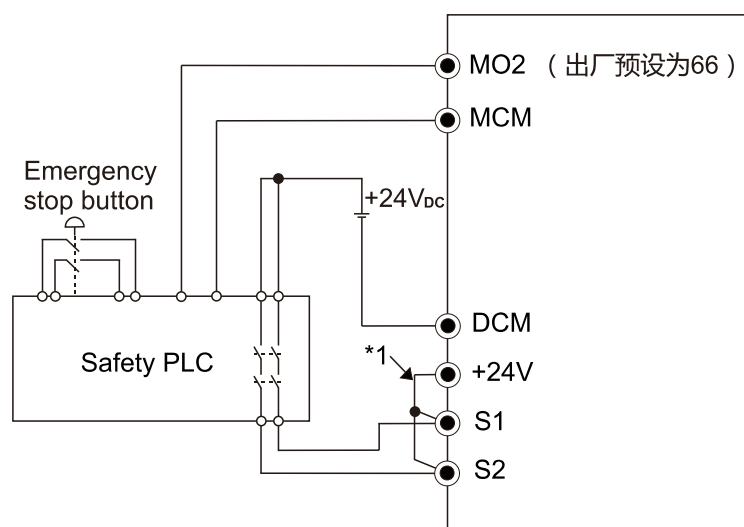

图 17-3
2. 配线如下图 17-3 所示，正常时开关 ESTOP 接点须闭合，变频器才能输出且不跳异常。